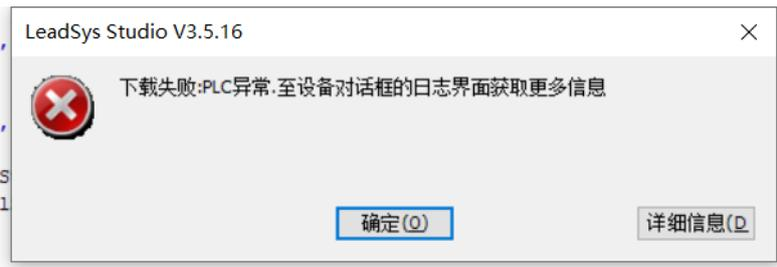

图 14.10 提示框，“程序下载失败”
4. 下载程序时，弹出“下载失败：PLC 异常。”提示框，如图 14.10 所示。